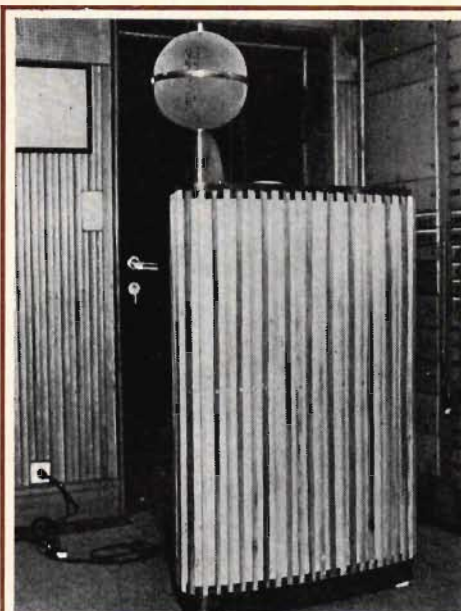

Fig 1. Kontrollrumshögtalare hos Westdeutsche Rundfunk, Köln, bestående av en baslåda och en diskantstrålarare av sfärisk form.
■ Innan vi går in på ämnet moderna studiohögtalare skall vi göra en återblick på deras bakgrund. Först i början på 1950-talet fick man fram verkligt förstklassiga kontrollrums- och studiohögtalare som uppfyllde vissa kvalitetskrav. Som ett exempel på denna generation av högtalare kan nämnas den av Harz och Kösters vid Westdeutsche Rundfunk utvecklade klothögtalaren (se fig 1). Denna kontrollrumshögtalare består av en baslåda med integrerad förstärkare och en sfär med 30 små dynamiska diskantelement, vilka sprider ljudet enhetligt i alla riktningar. Högtalareffektens frekvensberoende utjämnas med hjälp av en korrektionskrets inkopplad före effektförstärkaren. All distorsion uppkommen till följd av lädresonans har avlägsnats. Effekten matas ut via ett LC-filter med ca 800 Hz delningsfrekvens mellan bas och diskant.